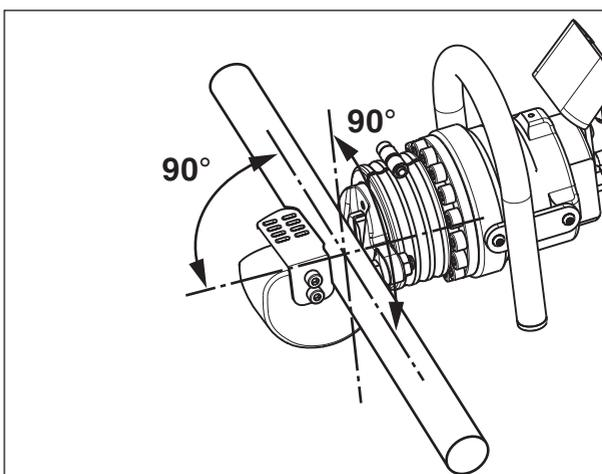

Figura 7, Colocar el material en el cabezal de corte
Coloque el material a cortar entre las cuchillas de corte, de modo que estén perpendiculares con respecto al eje del pistón, tal como se muestra en la Figura 7. Esto proporcionará la mejor calidad de corte, ejerciendo la menor cantidad de carga en el cortabarras.
3. Coloque el material a cortar entre las cuchillas fijas y móviles. Asegúrese de que esté perpendicular al eje del pistón, tal como se muestra en la Figura 7. Consulte las instrucciones en la Sección 8.5 para más información.